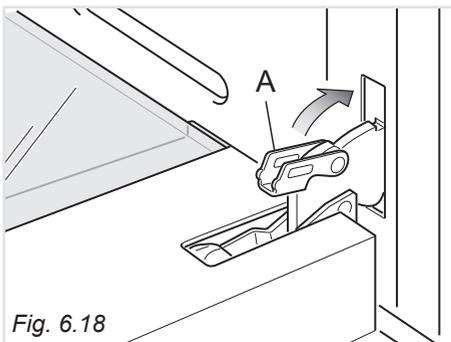

Fig. 6.18
- Chiudere le leve "A" delle cerniere destra e sinistra (fig. 6.18).